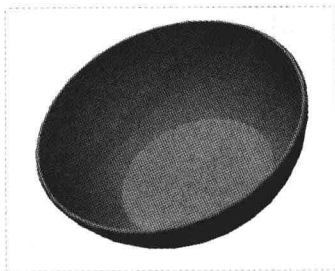

图 1-51 打开图形文件
Step 01 按【Ctrl+O】组合键，打开图形文件，如图 1-51 所示。